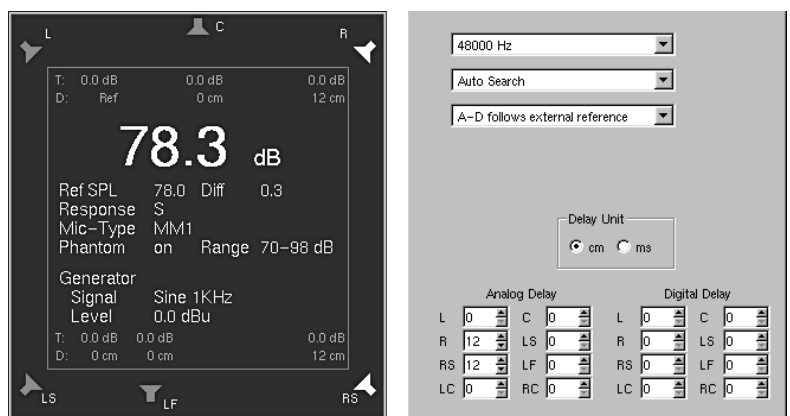

Bild 4-21: Vergleich der eingegebenen positiven Delay-Werte im Instrument „Cal“ mit den angezeigten Werten auf der Menü-Karteikarte „Audio System“
- Die Eingabe positiver Werte im Instrument „Cal“ verzögert den gewählten Kanal und rückt ihn damit akustisch nach hinten. Die entsprechenden Werte erscheinen auch auf der Menü-Karteikarte „Audio System“ in den Listenfeldern für das Delay (siehe Bild 4-21 und Abschnitt 3.11.3.).